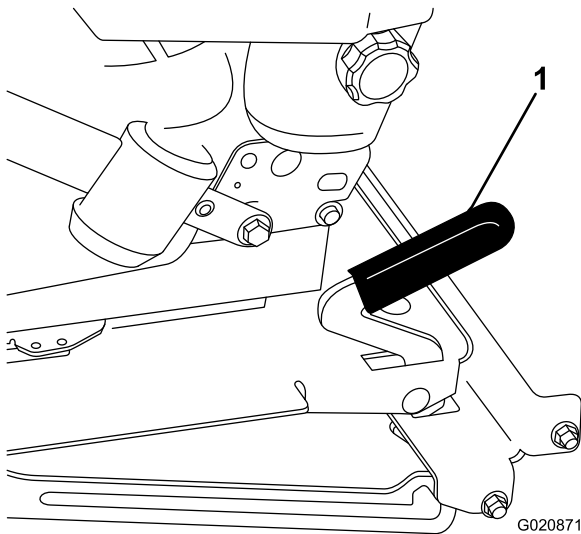

Figure 56
2. Tirez le levier de blocage en avant et soulevez-le pour débloquent le siège (Figure 56).